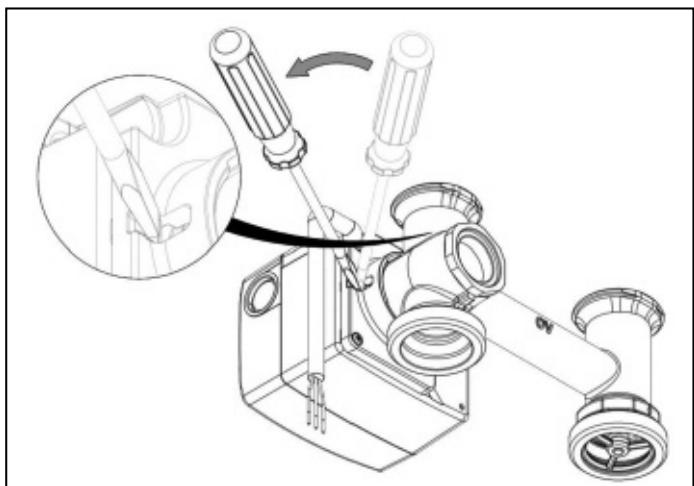

Рис. 5.3 Демонтаж сервомотора
- Снять сервомотор со смесителя вручную. В случае необходимости воспользоваться отверткой (см. рис. 5.3).